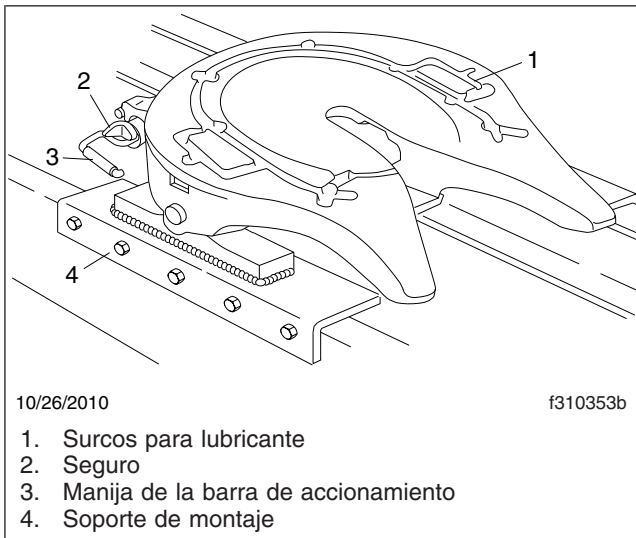

Figura 1, Quinta rueda de la serie Simplex
4. Cuando la quinta rueda está cerrada, el pestillo de seguridad debe moverse sin obstrucción y caer libremente a su lugar. Vea la **Figura 1**.